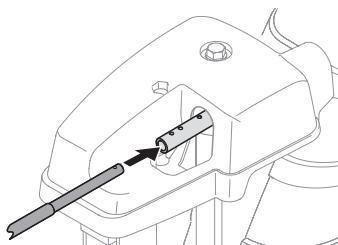

Figura 2-43
2. Inserte el extremo redondeado de la varilla de control del canal en el cabezal de control del canal. Empuje la varilla tan lejos dentro del cabezal de control del canal como sea posible, manteniendo los orificios en la varilla orientados hacia arriba. Consulte Figura 2-43.